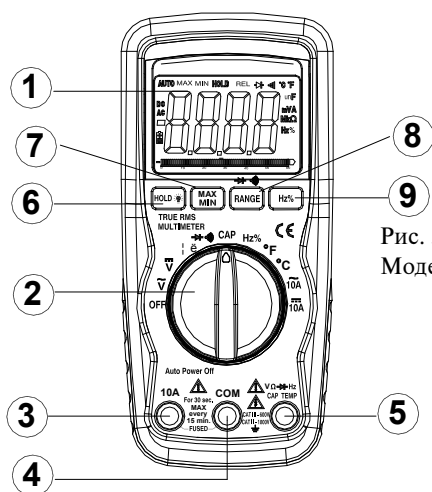
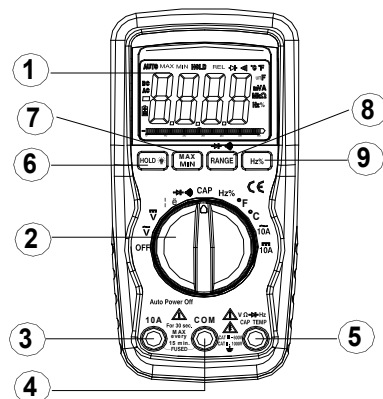

Рис. 5.2.1
Рис. 5.2.2.
Назначение органов управления для модели 930, 931, 932 (рис.5.2.1., рис.5.2.2.) представлено в таблице 5.2.1
- Включите прибор, повернув функциональный переключатель (**позиция 2, рис.5.2.2**) на позицию «переменное напряжение».
- Вставьте черный измерительный провод в отрицательное гнездо (COM (**позиция 4, рис.5.2.2**)), а красный измерительный провод в положительное гнездо (V (**позиция 5, рис.5.2.2**)).
- Включите прибор повернув функциональный переключатель (**позиция 2, рис.5.2.2**) на позицию «постоянное напряжение».
- Включите прибор, установив функциональный переключатель (**позиция 2, рис.5.2.2**) на позицию Ω .
- Вставьте черный измерительный провод в гнездо (COM (**позиция 4, рис.5.2.2**)), а красный измерительный провод в гнездо Ω (**позиция 5, рис.5.2.2**)
- Включите прибор, установив функциональный переключатель (**позиция 2, рис.5.2.2**) на позицию
- Вставьте черный измерительный провод в отрицательное гнездо (COM (**позиция 4, рис.5.2.2**)), а красный измерительный провод в гнездо Ω (**позиция 5, рис.5.2.2**).
- Нажимайте кнопку RANGE (**позиция 8, рис.5.2.2**) пока на дисплее не появится символ
- Нажимайте на кнопку RANGE (**позиция 8, рис.5.2.2**), пока данный символ не появится на экране.
- Вставьте черный измерительный провод в отрицательное гнездо Ω (**позиция 5, рис.5.2.2**).
- Включите прибор, установив функциональный переключатель (**позиция 2, рис.5.2.2**) на позицию CAP.
- Вставьте черный измерительный провод в гнездо (COM (**позиция 4, рис.5.2.2**)), а красный измерительный провод в положительное гнездо (CAP (**позиция 5, рис.5.2.2**)).
- Включите прибор, установив функциональный переключатель (**позиция 2, рис.5.2.2**) на позицию Hz%.
- Вставьте черный измерительный провод в гнездо (COM (**позиция 4, рис.5.2.2**)), а красный измерительный провод в гнездо (Hz (**позиция 5, рис.5.2.2**)).
- Включите прибор, установив функциональный переключатель (**позиция 2, рис.5.2.2**) на позицию °C или °F, в зависимости от выбранной Вами температурной шкалы.
- Вставьте черный измерительный провод термопары К-типа (хромель-алюмель) в отрицательное гнездо (COM (**позиция 4, рис.5.2.2**)), а красный измерительный провод в положительное гнездо TEMP (**позиция 5, рис.5.2.2**).
- Включите прибор, установив функциональный переключатель (**позиция 2, рис.5.2.2**) на позицию «переменный ток».
- Вставьте черный измерительный провод в гнездо (COM (**позиция 4, рис.5.2.2**)), а красный измерительный провод в гнездо «10А» (**позиция 3, рис.5.2.2**).